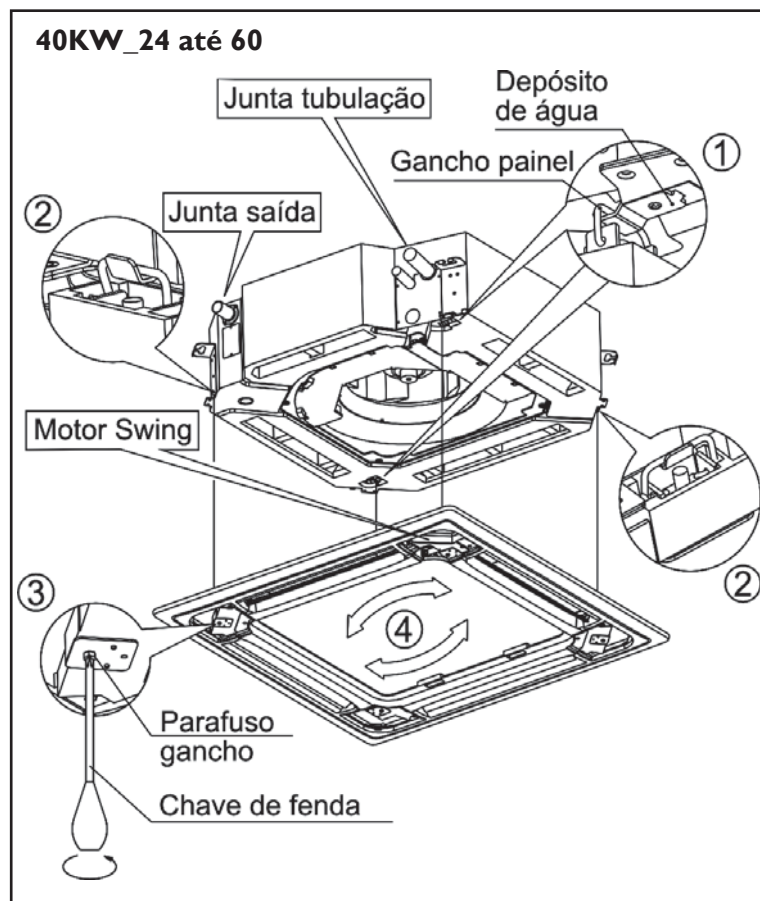

FIG. 26
- f) Encaixe os quatro ganchos, do painel de instalação no corpo principal. Ver Fig. 26 - Detalhe 1 e 2 para 40KW_24 até 60).